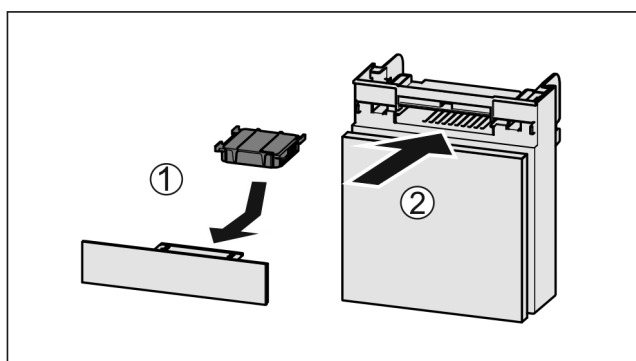

Fig. 115
- ▶ Umetnite filter s aktivnim ugljenom kao što je prikazano na slici Fig. 115 (1).
- ▶ Umetnite pretinac Fig. 115 (2).